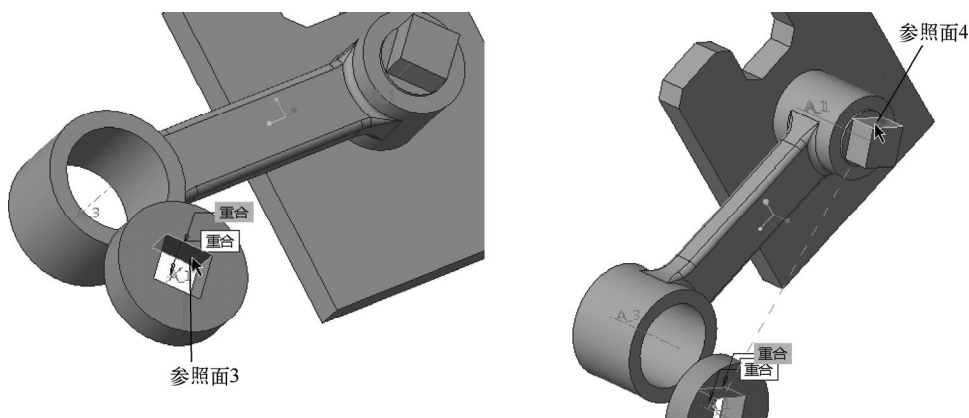

图 10-36 定义“重合”参考面
5) 在“放置”面板中单击“新建约束”选项，从而新建一个约束，并将该新约束类型设置为“重合”，然后分别选择图 10-36 所示的参考面 3 和参考面 4。